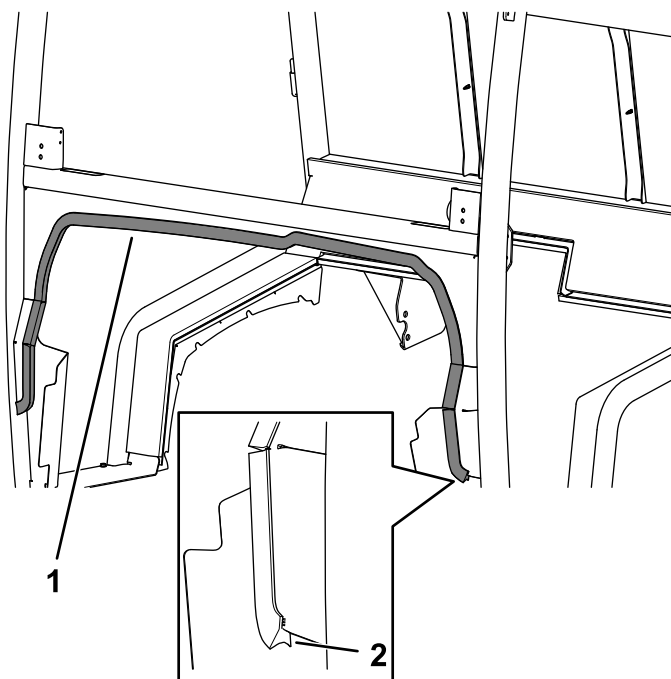

Figure 30
4. Montez le joint inférieur de tablier sur la cabine (Figure 30).
Veillez à placer le bord long du joint à l'avant (Figure 30).